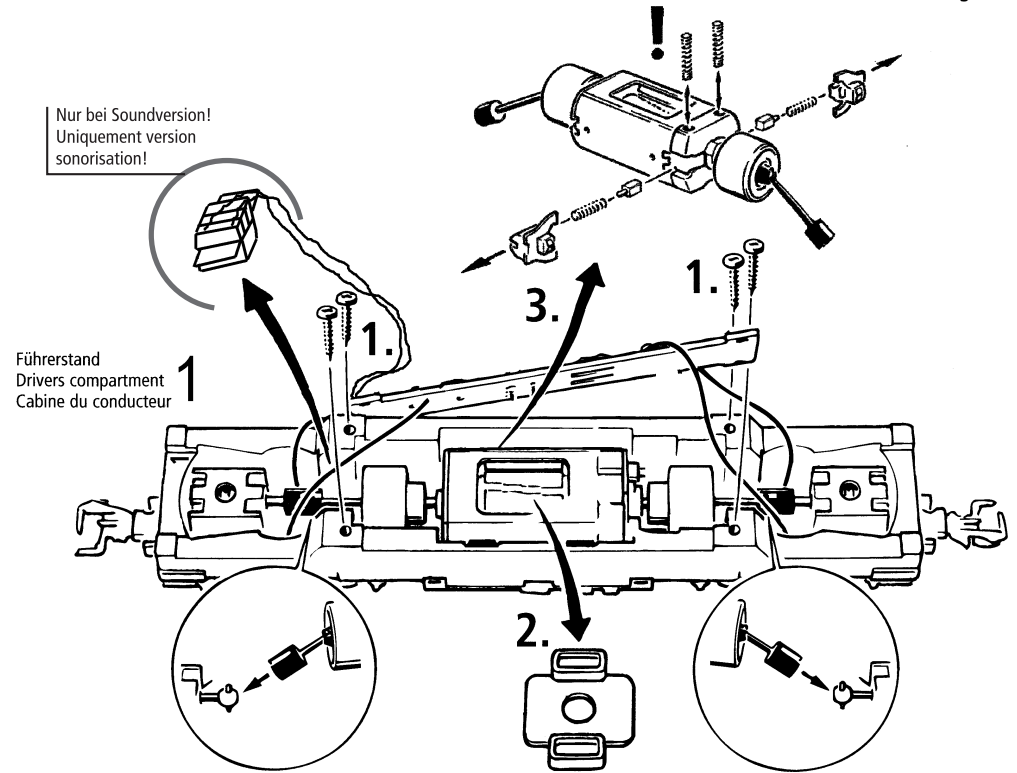

Fig. 9
**4. Kohlebürstenwechsel:** Lokgehäuse abnehmen (Fig. 3). Danach wird der Motor ausgebaut und die Kohlebürsten ausgewechselt (Fig. 9).
**4. Carbon Brush Changing:** First remove loco body (fig. 3), and then the motor (fig. 9).
**2. Graissage:** N'appliquez **qu'une toute petite goutte** aux endroits indiqués par le plan de graissage (fig. 9) après avoir démonté la caisse de la locomotive (fig. 4). Nous vous recommandons **le graisseur à huile Roco réf. 10906**. Pour graisser les engrenages (roues dentées, vis sans fin) nous vous conseillons la **graisse spéciale Roco réf. 10905** pour engrenages en matières synthétiques. Lorsque vous utilisez cette graisse il faut éviter d'huiler ces composants.